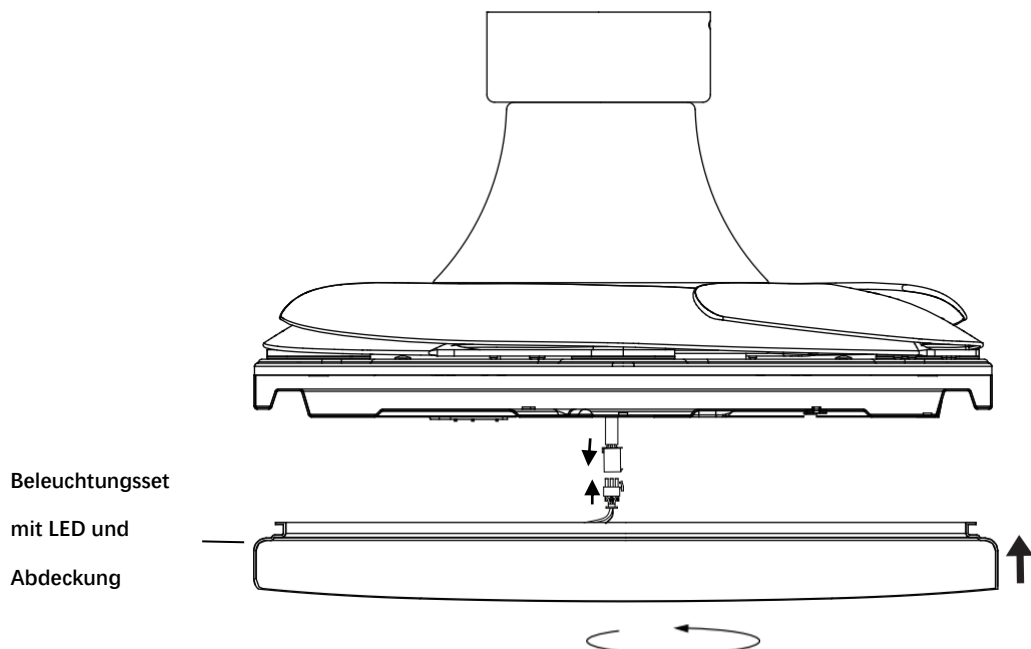

Abb. 7
4. Verbinden Sie den Schnellanschluss mit dem Beleuchtungsset inklusive LED und Abdeckung. (Abb. 7)
5. Installieren Sie zum Schluss das Beleuchtungsset inklusive LED und Abdeckung an der Beleuchtungsset-Platte, indem Sie es im Uhrzeigersinn drehen (Abb. 7)